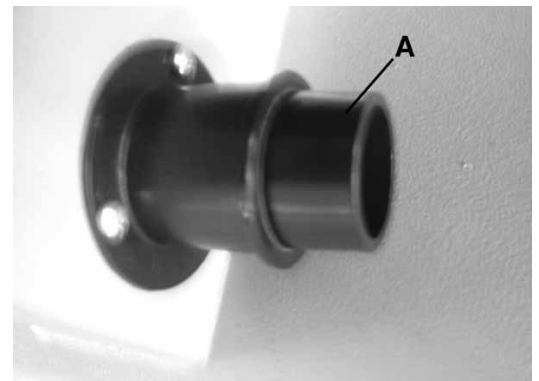

FIGURE 18
- 1) Cette scie à ruban comprend une sortie de poussière et adaptateur de 1-1/4" (A) Fig.18 qui accepte un boyau d'aspirateur ou un adaptateur de collecteur de poussière de 1-1/4".